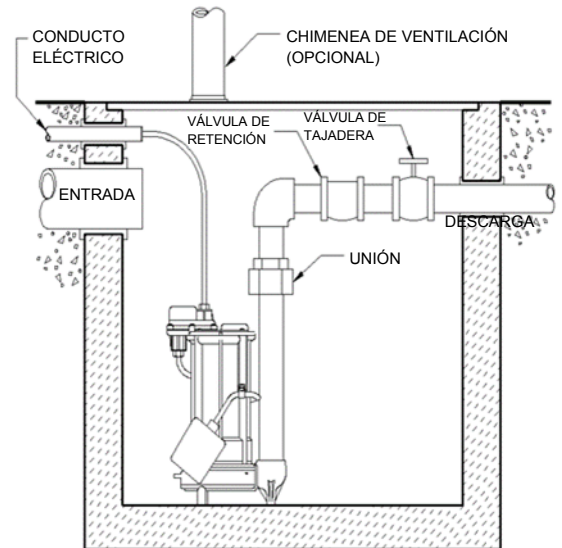

Fig. 2 – Instalación típica de sistema simple
- A. **Sistemas simples (una bomba) (consulte la fig. 2):** Coloque la bomba y asegúrese de que el flotador tenga la distancia suficiente con las paredes de la fosa. El flotador debe **tener libertad de movimiento en su recorrido** y no hacer contacto con el cuerpo de la bomba, la tubería u otros objetos. Si se usa un dispositivo de control o flotador opcional, siga las direcciones de montaje que acompañan al control opcional. Conecte el tubo de descarga a la conexión de descarga enroscada en la bomba. **IMPORTANTE: NO REDUZCA EL TAMAÑO DEL TUBO DE DESCARGA MÁS DEL QUE YA TIENE EN LA BOMBA.** Comuníquese con Liberty Pumps u otra persona cualificada si tiene alguna pregunta acerca de los tamaños adecuados del tubo y sobre las velocidades de flujo. Monte la cubierta de la fosa y asegúrese de que esté sellada correctamente.